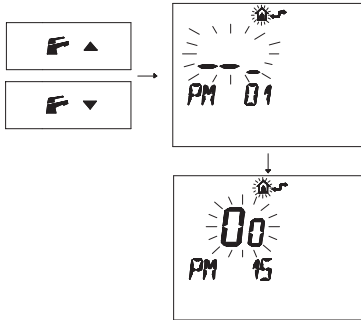

Figura 5.40
- Premere i pulsanti o per visualizzare la programmazione "PM15" abilitazione della sonda esterna (Figura 5.40).